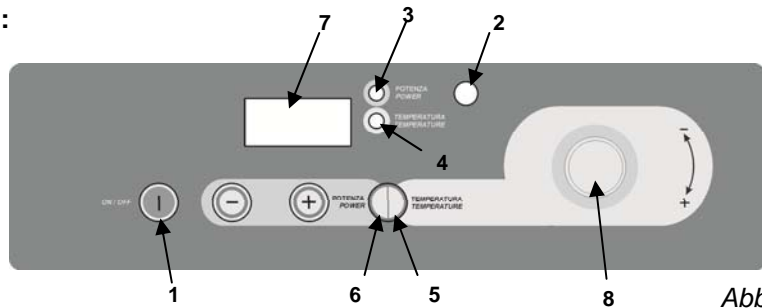

Abb. 1
5. Den gewünschten Modus "Potenza o Temperatura (Leistung oder Temperatur" (Abb.1 – Bez.6-5) wählen. Die entsprechende Kontrollleuchte (Abb.1-Bez. 3-4), seitlich am Display, wird einschalten.